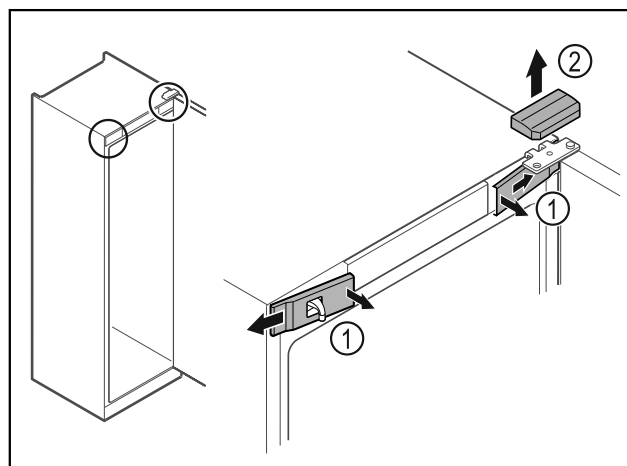

Fig. 4
- Décrocher les caches avant Fig. 4 (1) du côté intérieur et les retirer vers l'extérieur.
- Retirer le cache supérieur *Fig. 4 (2)* vers le haut.